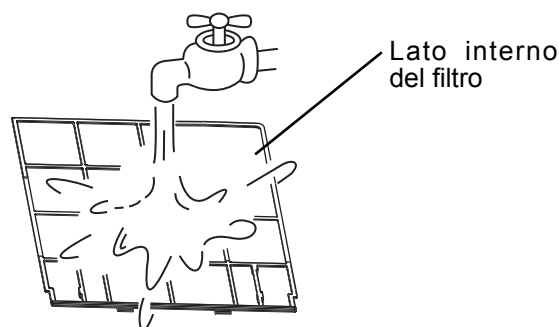

Fig.5
- Quando la pulizia è effettuata con acqua, occorre rivolgere il lato esterno del filtro nel verso opposto a quello di provenienza dell'acqua (Fig. 5).